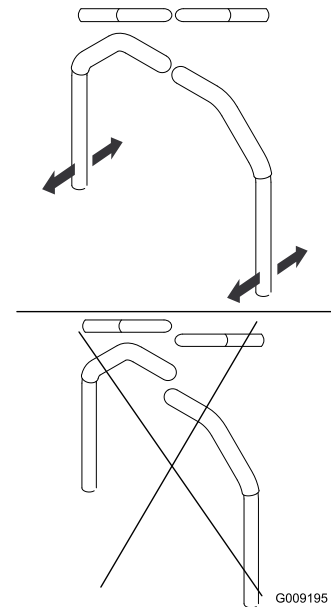

Figura 81
4. Alinee las palancas en el sentido adelante/atrás acercándolas a la posición de punto muerto, y moviéndolas hasta que estén alineadas; luego apriete los pernos (Figura 81).